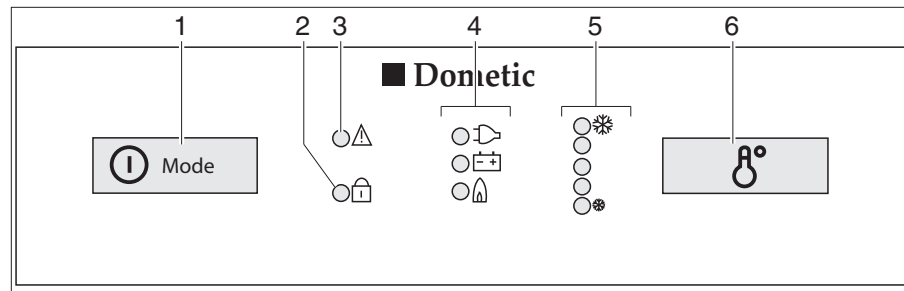

Fig. 323 Elementi di comando per il frigorifero (serie Dometic 8 con SMSE)
- Premere l'inseritore/selettore di energia (Fig. 323,1) per 2 secondi, per accendere l'apparecchio. Il LED dell'ultima modalità di funzionamento prescelta si accende.
- Eventualmente premere più volte e brevemente l'inseritore/selettore di energia (Fig. 323,1), fino a quando l'indicazione di funzionamento GAS "🔥" si accende. L'alimentazione del gas è ora aperta. L'accensione avviene automaticamente. È udibile un ticchettio fino a quando procedura di accensione non è stata portata a termine.
- Impostare la temperatura di refrigerazione con l'interruttore per la regolazione della temperatura (Fig. 323,6).
- Eventualmente premere più volte e brevemente l'inseritore/selettore di energia (Fig. 323,1), fino a quando l'indicazione di funzionamento a 230 V "" si accende.
- Eventualmente premere più volte e brevemente l'inseritore/selettore di energia (Fig. 323,1), fino a quando l'indicatore di funzionamento a 12 V "" si accende.